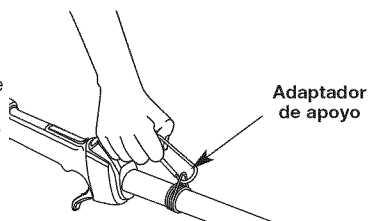

Fig. 4
3. Fije la presilla de los hombros a la unidad. (Fig. 4)